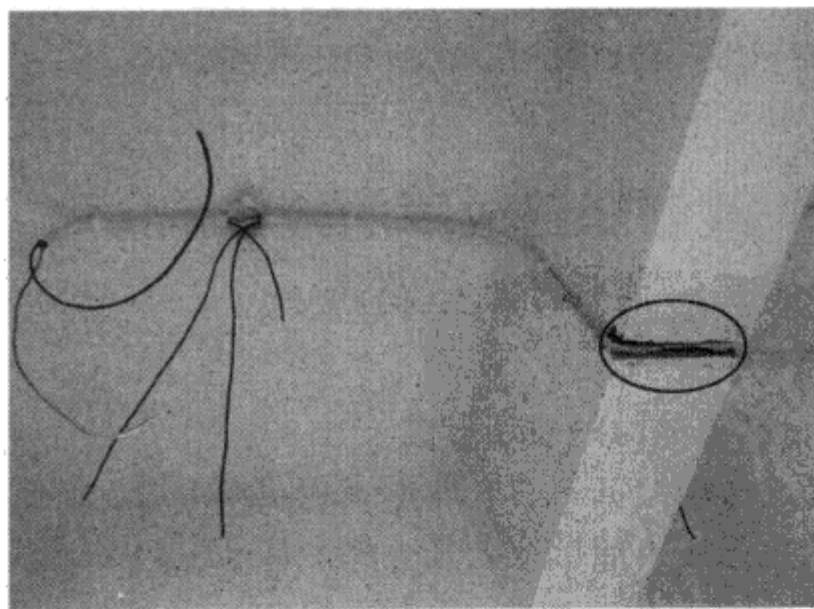

图 1-9 导线过梁处没有穿管
② 导线受力点。在电气连接线中，有些线段的受力比其他线段大，如导线过墙、导线转弯、导线穿管、导线变截面、导线支撑点等（见图 1-9）。在外力反复作用下，这些线段容易发生断路故障。